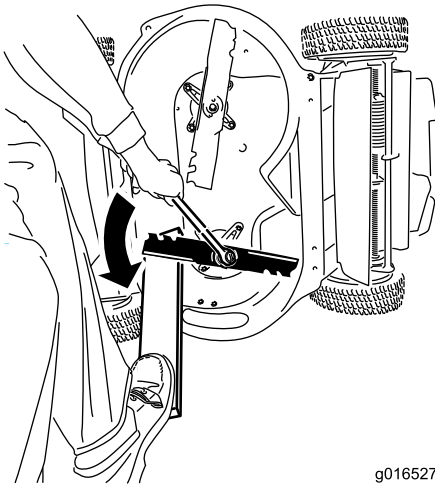

Figura 2
- Utilice un bloque de madera para inmovilizar cada cuchilla, y gire el perno de la cuchilla en sentido antihorario, según se muestra en Figura 2.